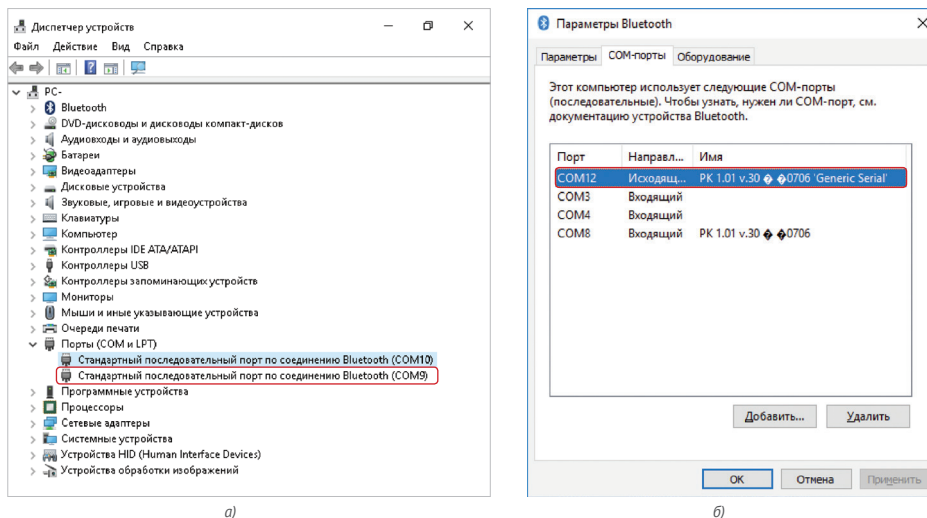

Рисунок 12
6.2.17 Выбрать первый COM порт *рисунок 12а*), если поиск COM порта осуществлялся через «Диспетчер устройств» и исходящий COM порт, *рисунок 12б*), если поиск COM порта осуществлялся через «другие параметры Bluetooth».